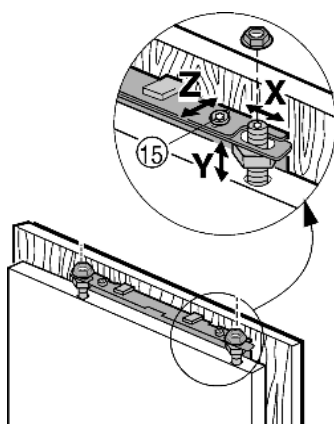

Fig. 17
- Выставьте мебельную дверцу по глубине Z: ослабьте сверху винты Fig. 17 (15), снизу винты Fig. 18 (24), затем сдвиньте дверь.